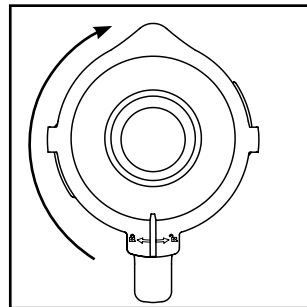

Fig. 2
- 4) Appuyez à nouveau fermement le couvercle **2** sur le bol mixeur **3** de manière décalée. Refermez le couvercle **2** en le tournant dans le sens horaire jusqu'à ce qu'il encrante audiblement en position  (voir fig. 2).